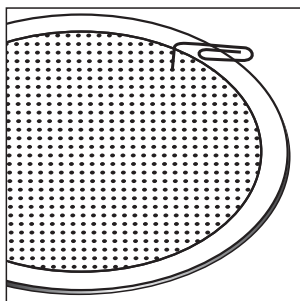

Figura 6—Quite la rejilla con un clip.
1. Si el altavoz no está instalado todavía, la rejilla se puede quitar simplemente empujando los tornillos prensadores hacia adelante a fin de que separen la rejilla del altavoz empujándola desde adentro. Si el altavoz ya está en la pared, enganche cuidadosamente la rejilla con un clip doblado y jálela cuidadosamente alejándola del armazón (figura 6).